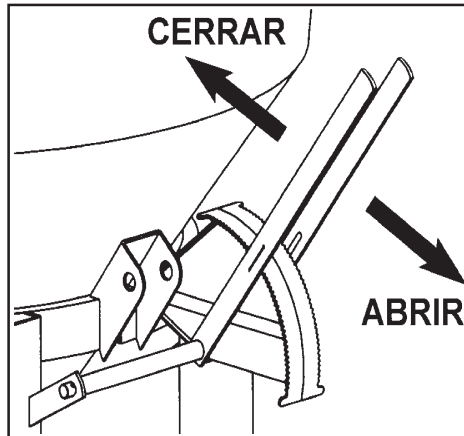

fig. 3
3. Consultar la tabla de dosificación y buscar el caudal deseado en las casillas de kg/ha en función de la velocidad de avance. Regular los mandos del caudal (1, fig. 3) según se nos indique en dicha tabla.